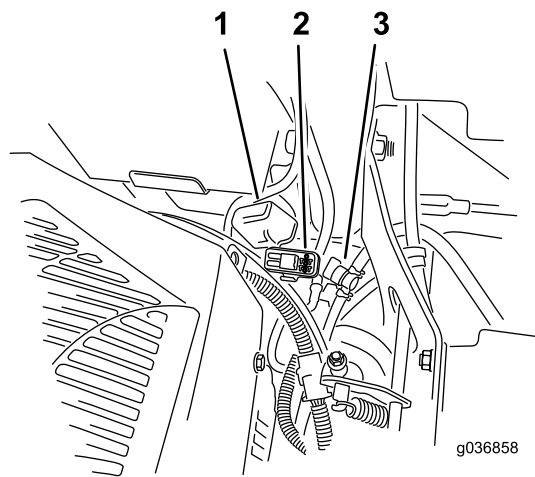

Figura 70
Nota: En máquinas MyRide, asegúrese de que el cable de tierra no roza contra el brazo arrastrado ni contra el soporte inferior del amortiguador (Figura 70).
Los fusibles están situados en la consola de la derecha, junto al asiento (Figura 70).
2. Instale un fusible nuevo (Figura 70).